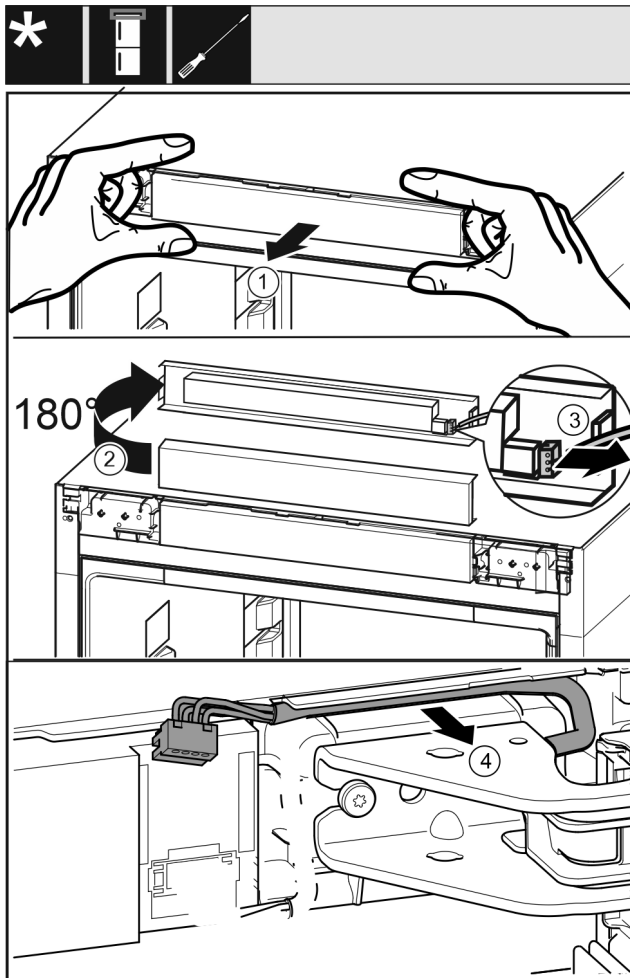

Fig. 23
- ▶ Bedienblende Fig. 23 (1) vorsichtig nach vorne lösen.
- ▶ Bedienblende Fig. 23 (2) nach oben um 180° drehen.
- ▶ Rastnase Fig. 23 (3) nach hinten drücken und den Stecker vorsichtig herausziehen.
- ▶ Kabel Fig. 23 (4) über Lagerbock vorsichtig aus der Führung lösen.